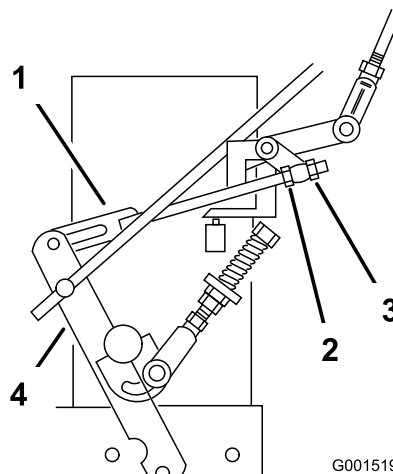

Figure 37
8. Desserrez l'écrou de réglage avant sur la timonerie de commande hydraulique gauche, comme illustré à la Figure 37.
9. Tournez l'écrou de réglage gauche dans le sens anti-horaire jusqu'à ce que la roue tourne en avant (Figure 37).
10. Tournez l'écrou de réglage arrière dans le sens horaire 1/4 de tour à la fois. Déplacez ensuite le levier de changement de vitesse en avant et ramenez-le au point mort. Répétez cette opération jusqu'à ce que la roue gauche arrête de tourner en avant (Figure 37).